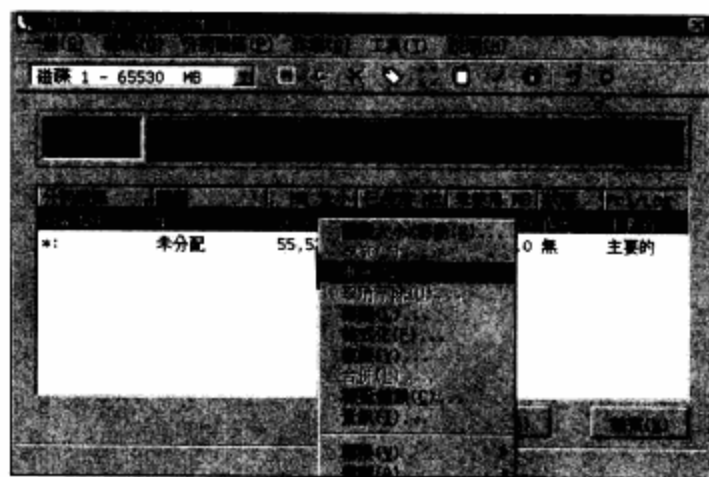

图4-95 选择“删除”命令
**步骤 07** 右击类型下的NTFS选项，在弹出的快捷菜单中选择“删除”命令，如图4-95所示。